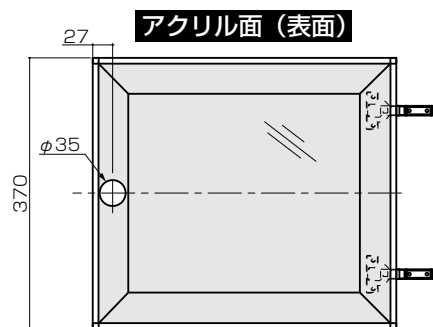

図1
①右図の位置にホールソーでφ35の貫通穴をあけてください。(図1)